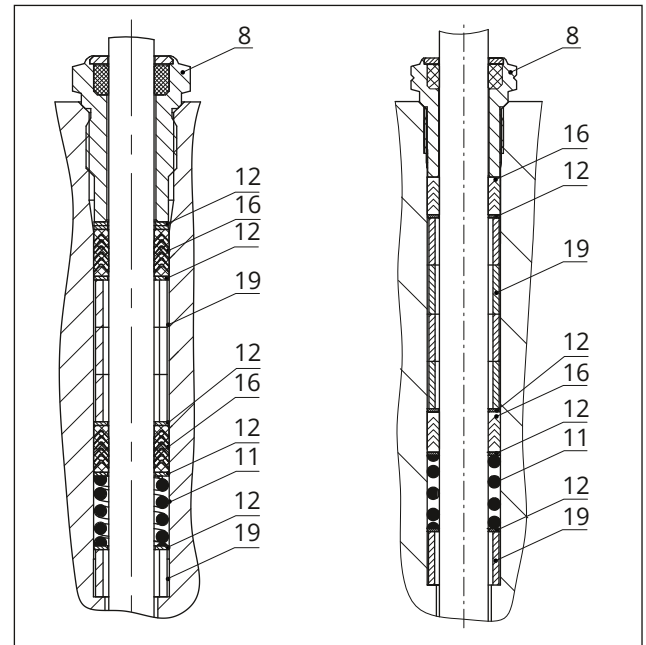

Bild 25: Stopfbuchspackung Standard:
12. Stopfbuchsteile mit einem geeigneten Werkzeug vorsichtig über die Kegelstange in den Packungsraum einschieben. Korrekte Anordnung beachten, vgl. Bild 25.
13. Kegel (5) fest in den Sitz (4) drücken. Dabei Flansch (2) mit Gehäusemutter (14) befestigen. Gehäusemutter schrittweise über Kreuz anziehen. Anzugsmomente beachten.
14. Gewindebuchse (8) einschrauben und festziehen. Anzugsmomente beachten.
15. Joch (3) auf den Flansch (2) setzen und mit Schlagmutter (92) festschrauben.
16. Kontermutter (10) und Kupplungsmutter (9) lose auf Kegelstange schrauben.